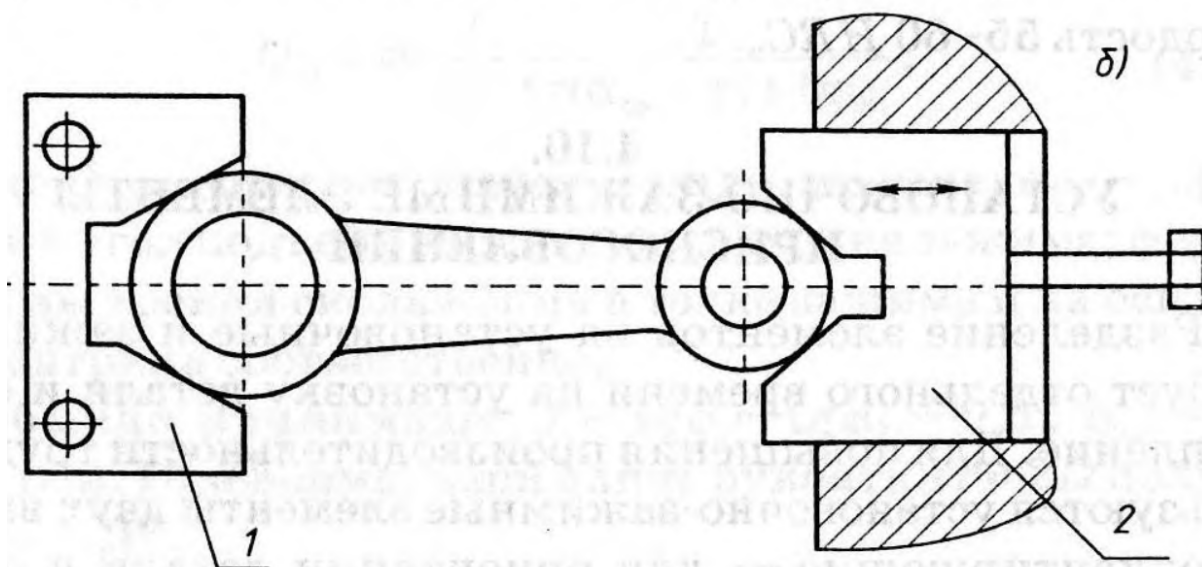

Рис. 13
2. Дайте характеристику схемы базирования заготовки установочно-зажимном приспособлении по рис. 13.